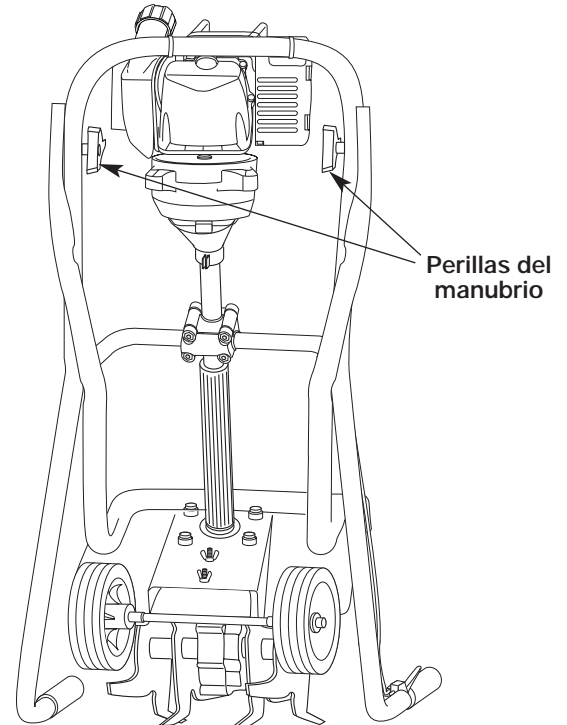

Fig. 35
6. Para ocupar menos espacio de almacenamiento, afloje las perillas del manubrio y pliegue el manubrio hacia abajo (Fig. 35). La unidad está lista para su almacenamiento.
3. Pliegue el manubrio hacia abajo según se ilustra (Fig. 35).